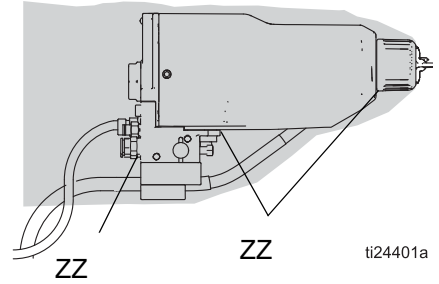

FIG. 19. Akışkan Sızıntısını Kontrol Etme
Çalışma sırasında, tabanca tabakasının (ZZ) tüm açıklıklarını akışkan varlığı yönünden kontrol edin. Bkz. FIGURE 19. Bu alanlardaki akışkan tabaka sızıntısını gösterir, bu ise akışkan boru bağlantılarındaki sızıntılardan veya akışkan keçesi sızıntısından kaynaklanabilir.